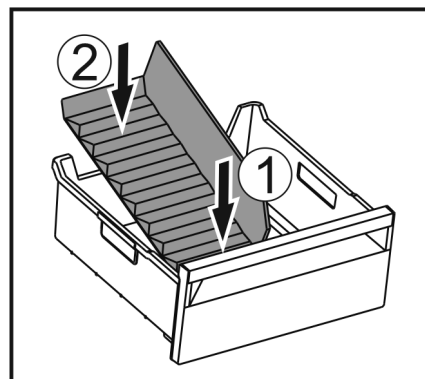

Fig. 148
- ▶ Aseta jäälaatikon jakajan etuosa paikalleen. Fig. 148 (1)
- ▶ Laske jäälaatikon jakajan takaosa vetolaatikon pohjalle saakka. Fig. 148 (2)